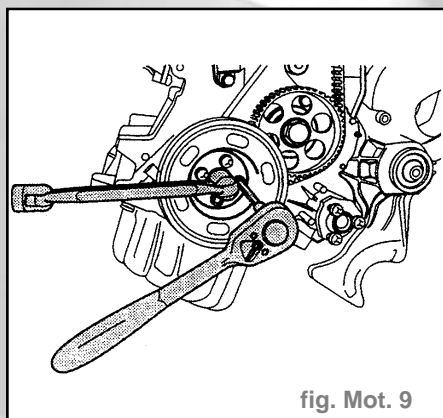

fig. Mot. 9
- Déposer l'amortisseur de vibrations/poulie (fig. Mot. 9).